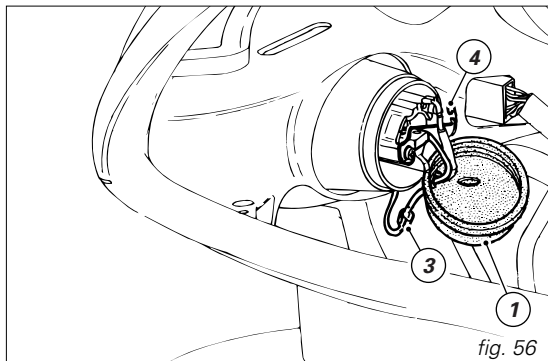

fig. 56
Lampada abbagliante lato sinistro (fig. 56): scollegare la spinetta (3) del cavo lampada bianco dal cablaggio anteriore; scollegare la cuffia in gomma (1) dal corpo proiettore e sfilare il cavo lampada.
Inserire le linguette guida della base lampadina nelle sedi corrispondenti per ottenere l'esatto orientamento. Agganciare l'estremità della molletta (4, fig. 56) ai supporti del corpo proiettore, collegare i cavi precedentemente scollegati e rimontare la cuffia in gomma (1, fig. 56).